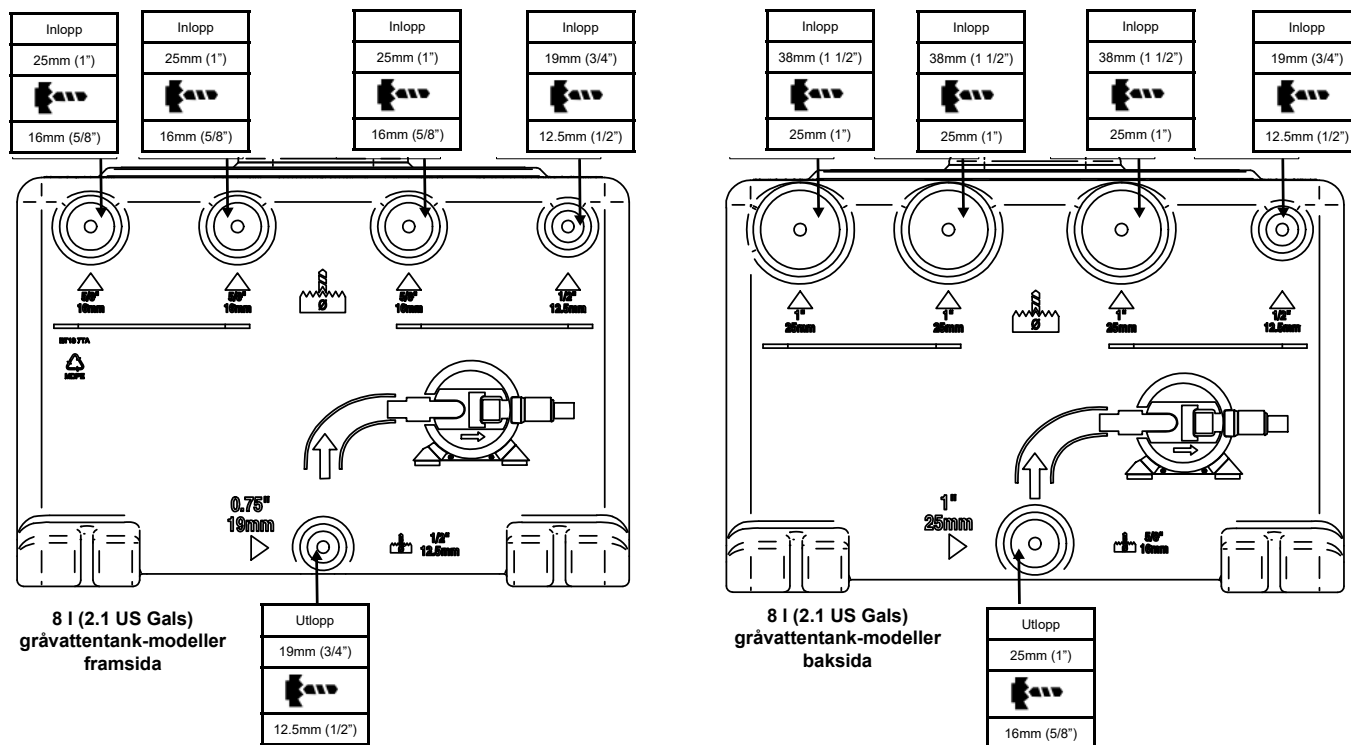
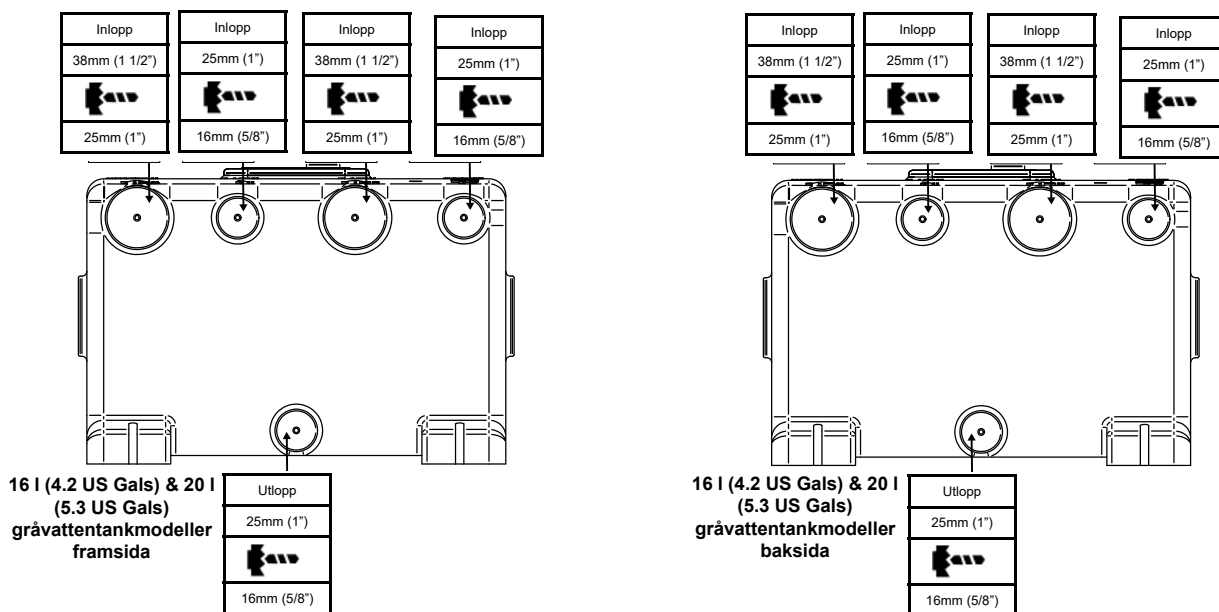

Fig. 3 Portdimensioner och rekommenderade borrdiametrar för 8 l (2.1 US Gals) grävattentankmodeller
Fig. 4 Portdimensioner och rekommenderade borrdiametrar för 16 l (4.2 US gals) och 20 l (5.3 US gals) tankmodeller
- Fig. 3 Portdimensioner och rekommenderade borrhåetsdjup för 8 l (2.1 US gals) modeller av grävattentank
- Fig. 4 Portdimensioner och rekommenderade borrhåetsdjup för 16 l (4.2 US gals) och 20 l (5.3 US gals) modeller av grävattentank
Step 1: Borra endast de portar som skall användas i installationen. Portdimensioner och rekommenderade borrdiametrar framgår av fig. 3 för 8 l (2.1 US Gals) tankmodeller, och fig. 4 för 16 l (4.2 US Gals) och 20 l (5.3 US Gals) tankmodeller. Se till att allt spån avlägsnas från insidan av tanken efter bormning.